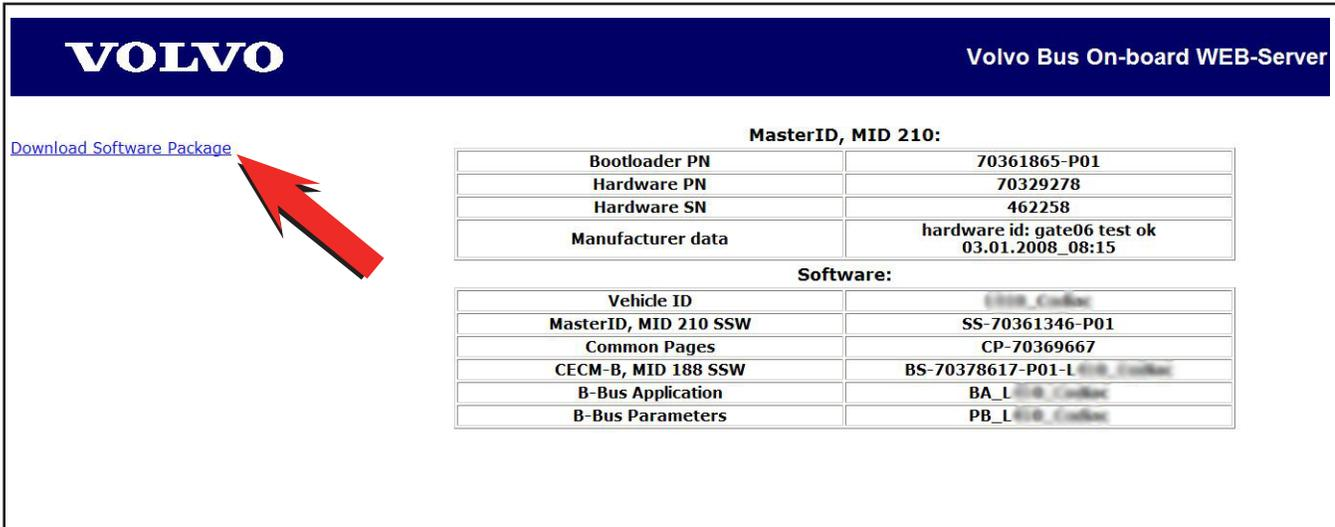

Figure 13 - Fenêtre de téléchargement du logiciel
8. Cliquer sur la commande de téléchargement du programme (DOWNLOAD SOFTWARE PACKAGE). Voir Figure 13.
9. Une fenêtre contextuelle apparaît et demande un **NOM D'USAGER** et un **MOT DE PASSE**. Voir Figure 13. Utiliser les données suivantes :